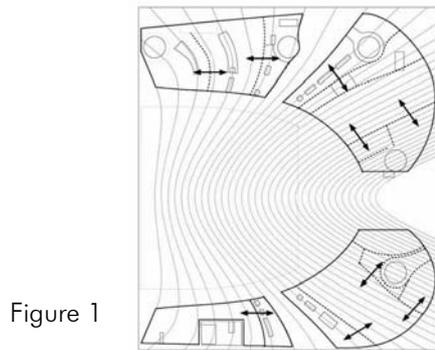

Figure 1
- Flexibilité au niveau de Sécurité Incendie par compartiment (*figure 1*):